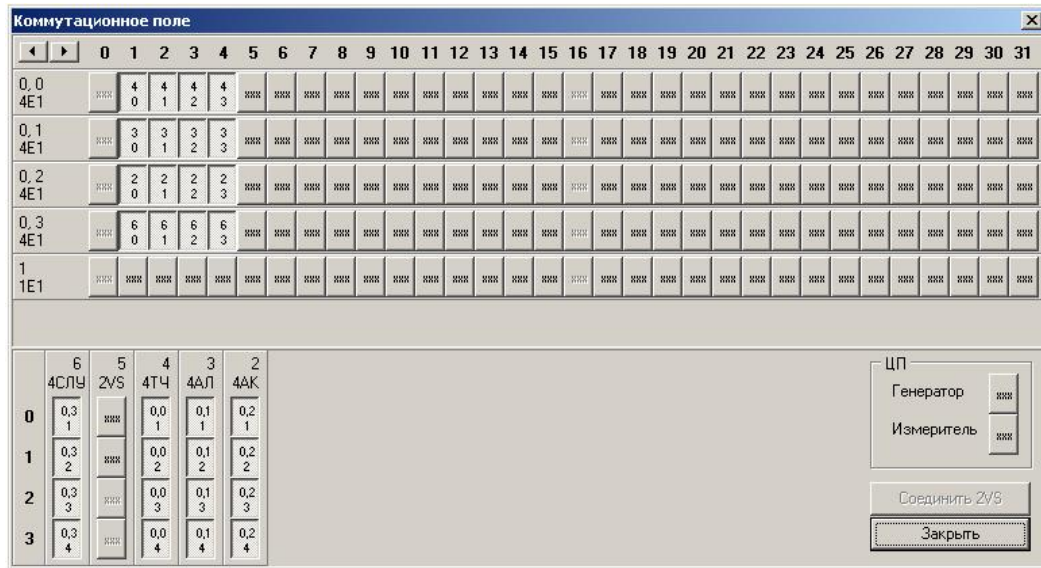

Рисунок 30
- выбрать пункт меню «Конфигурация»>«Коммутационное поле», на экране появится окно с каналами, доступными для коммутации (рис. 30), в верхней части которого расположены каналы потоков E1 (для потоковых плат), а в нижней – комплекты плат периферии. Кнопки, соответствующие каналам, которые уже соединены, выглядят нажатыми, а для каналов, которые не соединены - поднятыми вверх;
- выбрать пункт меню «Конфигурация»>«Коммутационное поле», на экране появится окно с каналами, доступными для конфигурации (рис. 30), в верхней части которого расположены каналы потоков E1 (для потоковых плат), а в нижней - комплекты плат периферии;
- выбрать пункт меню «Конфигурация»>«Коммутационное поле», на экране появиться окно с каналами, доступными для конфигурирования (рис. 30), в верхней части которого расположены каналы потоков E1 (для потоковых плат), а в нижней - комплекты плат периферии;
- выбрать пункт меню «*Конфигурация*>*Коммутационное поле*», на экране появится окно с каналами, доступными для коммутации (рис. 30), в верхней части которого расположены каналы потоков E1, а в нижней - комплекты плат периферии;
- отметить с помощью левой кнопки мыши каналы потока E1, с которыми предполагается установить соединение для данного комплекта платы. Количество отмеченных каналов (N) определяет скорость обмена информации через данный комплект ( $V=N \times 64 \text{ кбит/с}$ );